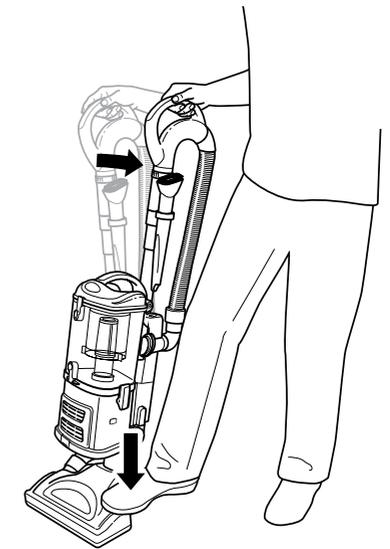

Fig. 12
- 4 Tenez la poignée et inclinez-la vers vous en appuyant doucement sur la buse à plancher avec votre pied. **(Fig. 12)**